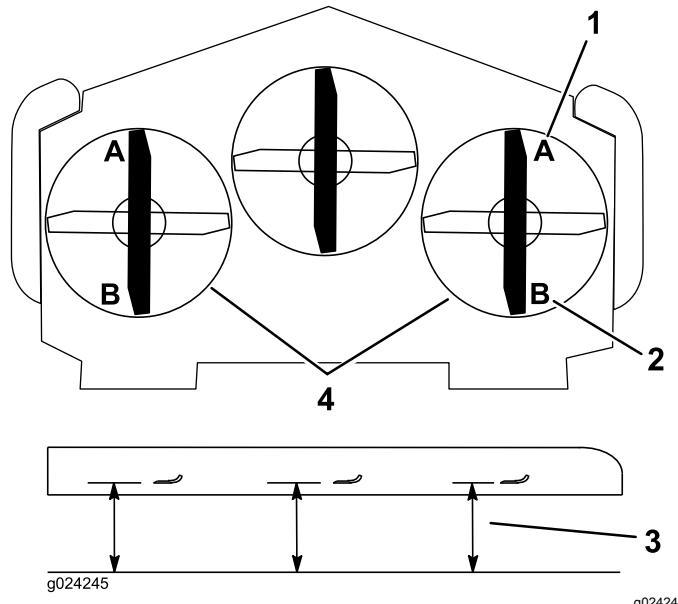

Figure 85
8. De chaque côté du plateau de coupe, mesurez la distance entre la surface plane et la pointe avant de la lame (position A), comme montré à la Figure 85.
13. De chaque côté du plateau de coupe, mesurez la distance entre la surface plane et la pointe arrière de la lame (position B), comme montré à la Figure 85.